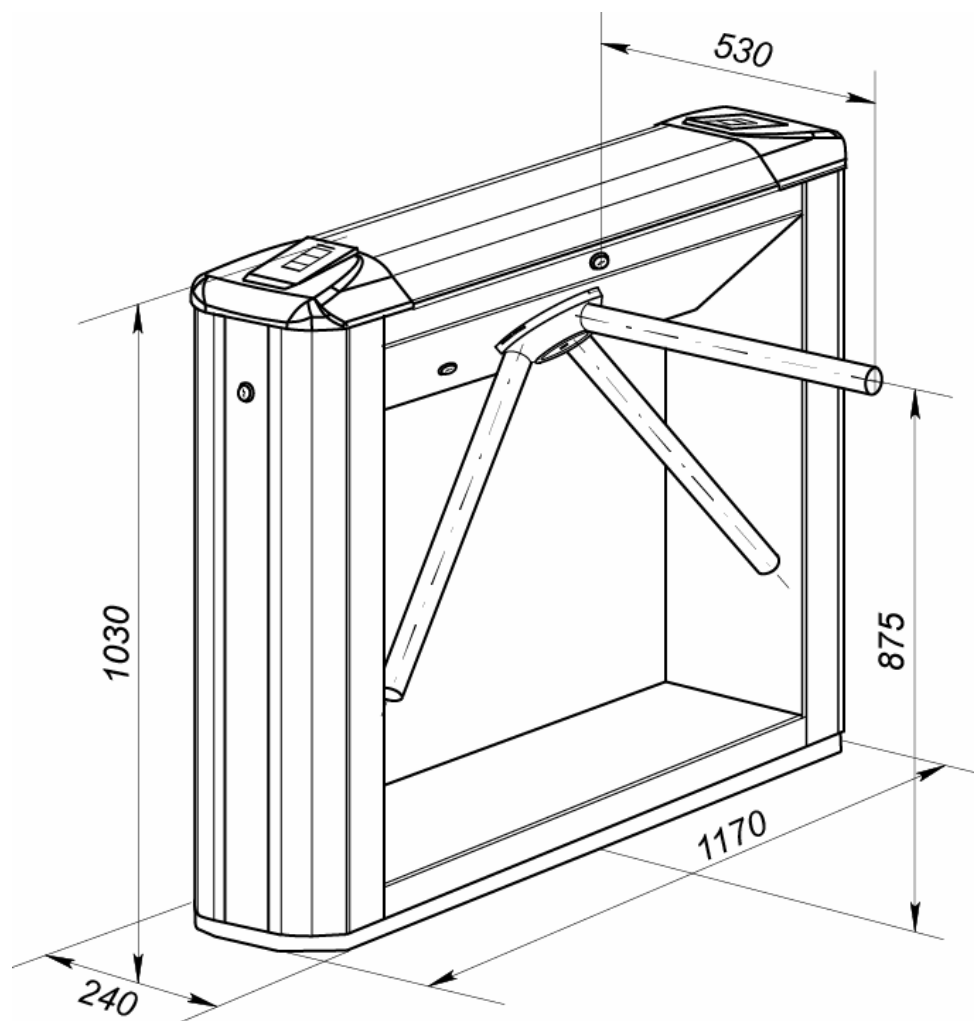

Рисунок 1. Габаритные размеры ЭП
Габаритные размеры (длина × ширина × высота) (см. рис. 1), мм:
Стойка ЭП состоит из каркаса (1), основания (2) и крышки (3). Стойка крепится к полу четырьмя анкерами через отверстия в основании (2). Габаритные размеры ЭП показаны на рис.1.